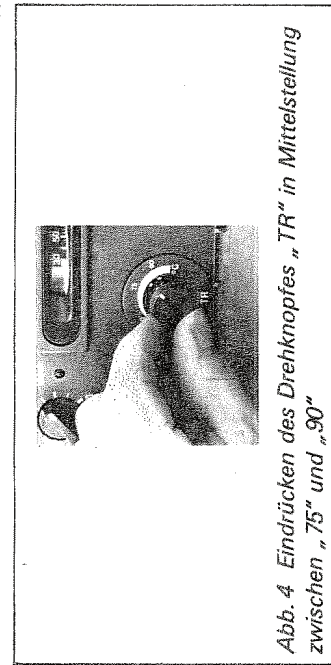

Abb. 4 Eindrücken des Drehknopfes „TR“ in Mittelstellung zwischen „75“ und „90“
2. Drehknopf etwa in Mittelstellung zwischen „75“ und „90“ drehen und wieder eindrücken (Abb. 4). Umstellung in der Betriebsanleitung ankreuzen.